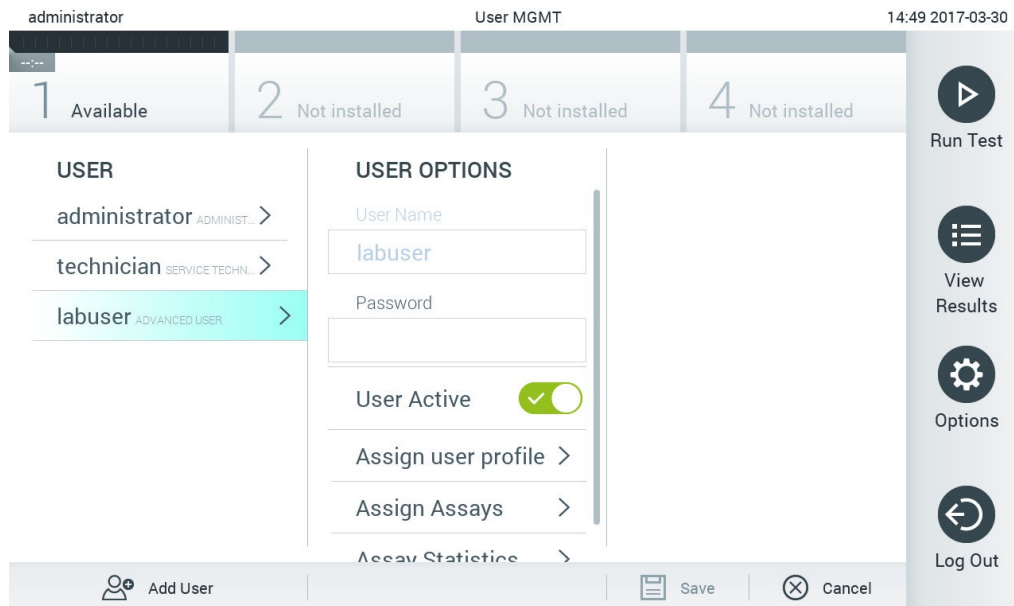

Рис. 53. Выбор пользователей и управление ими.
2. Выберите запись пользователя, к которой требуется применить функцию управления, в списке в левом столбце области содержимого (рис. 53).